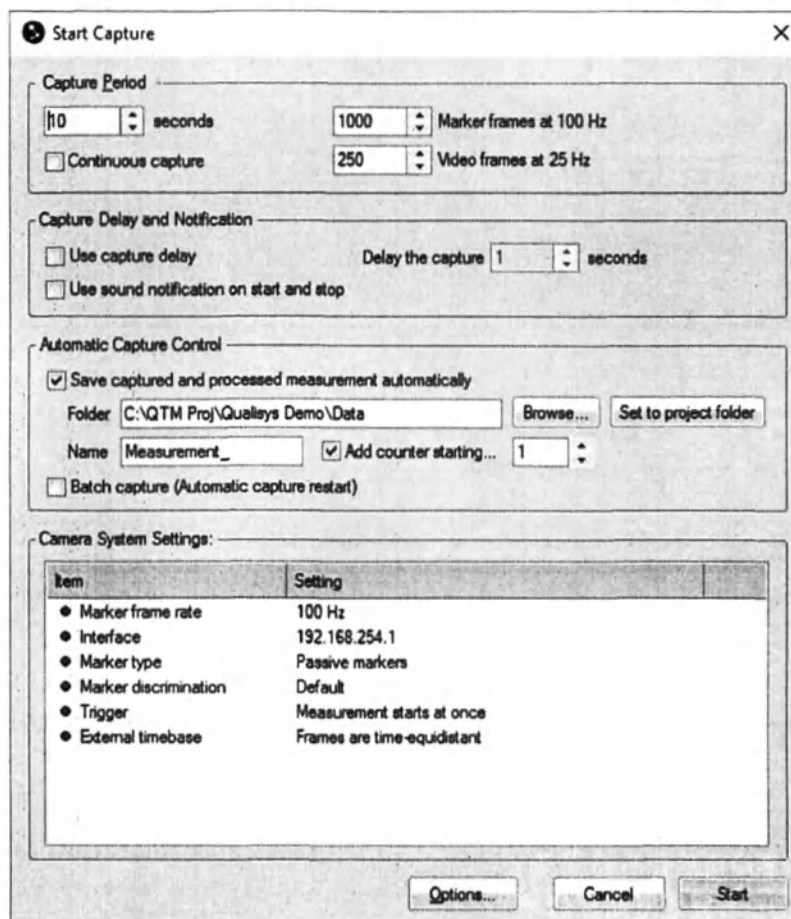

Рис. 80 Диалоговое окно Start capture (Начать захват).
6. Кликните на иконку Capture (Захват) (рис. 80).
7. Укажите настройки захвата в диалоговом окне Start capture (Начать захват) (Рис. 80).